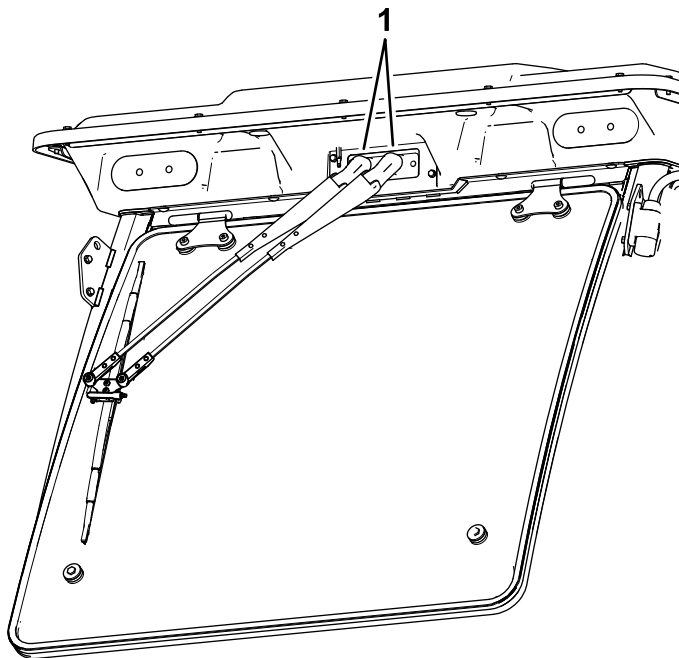

Figure 87
1. Ouvrez les capuchons sur les bras d'essuie-glaces (Figure 87).